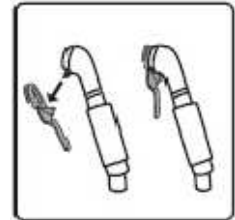

fig.23
- Insérez doucement le bas de la tête de diffusion dans le trou de la brosse & pince prévu à cet effet. Enfoncez-la jusqu'au bout afin qu'elle soit solidement fixée. (fig.23)